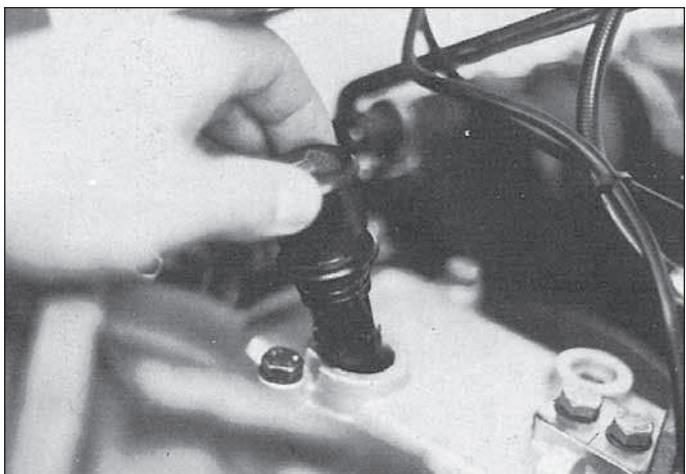
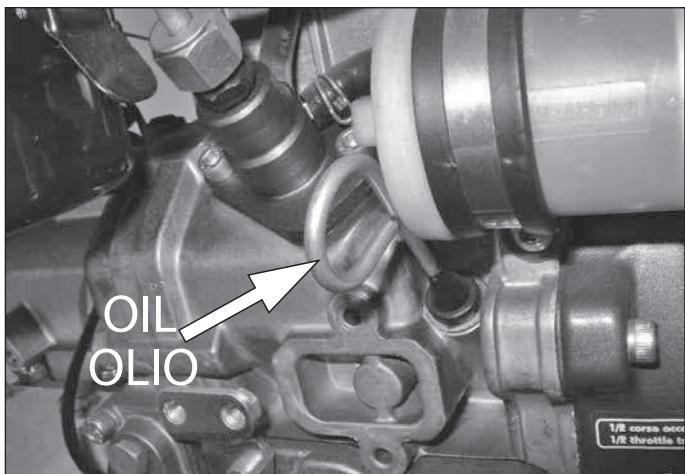

Fig. 4
Fig. 5
- nivelul de ulei in interiorul motorului (fig. 5 si 6) si al cutie de viteze; joja se afla pe carcasa superioara (fig. 4); nivelul de ulei trebuie sa fie intre cele doua marcase.
Verificati nivelul de ulei dupa fiecare 50 de ore de functionare, indepartind capacul (fig. 4) si verificind cu masina in pozitie orizontala ca nivelul uleiului este intre cele doua marcase de pe joja. Daca este necesar adaugati ulei **MP 80 W/90**, echivalent international API GL5, US MIL-L 2105D. Schimbati uleiul o data pe an.